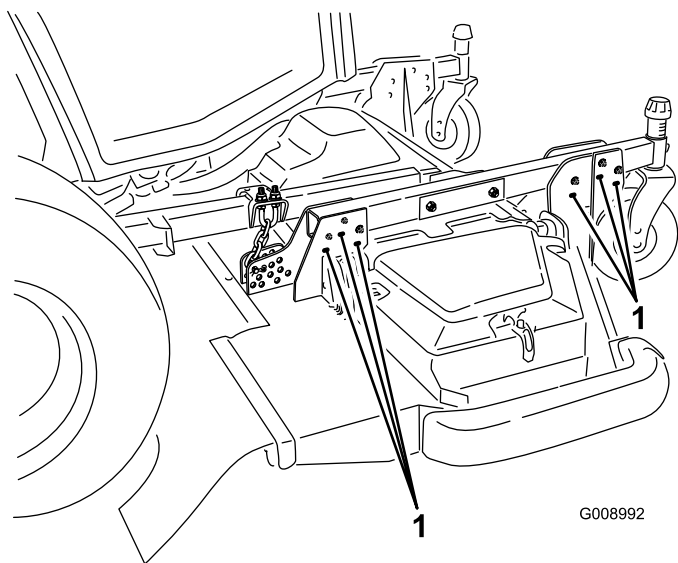

Figura 25
10. Para obtener las alturas de corte de 102 a 153 mm, retire los pernos de montaje que sujetan los soportes de la carcasa a los brazos de las ruedas giratorias y vuelva a montar los soportes en los brazos de las ruedas giratorias usando los taladros inferiores (Figura 25).